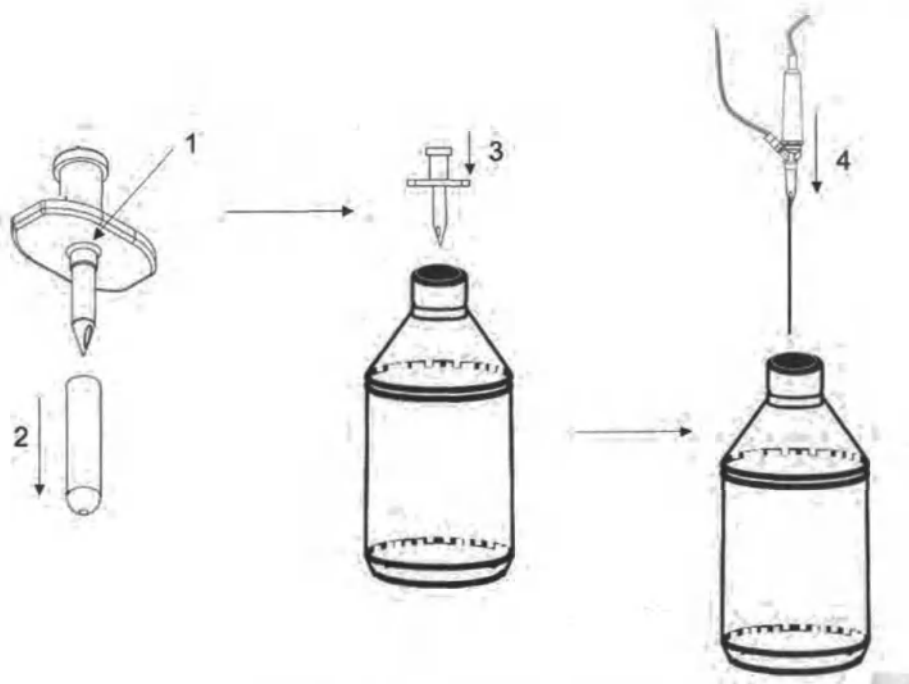

рис. 4.5. Инструкции по настройке AFI.
- n. Проколите флакон со сбалансированным солевым раствором и повесьте его на автоматизированный кронштейн для бутыли или устройство для подвешивания флаконов на нулевом уровне, если используется AFI. Сдавливайте и отпускайте капельную камеру до тех пор, пока она не заполнится раствором наполовину. (При настройке AFI воспользуйтесь предусмотренным штырем для прокалывания резиновой пробки бутылки, прежде чем вставлять металлическую канюлю во флакон.) (Дежурная медсестра) См. рис. 4.5.